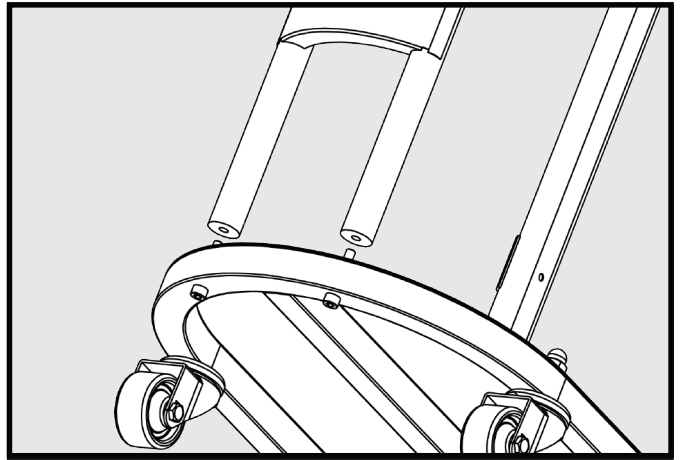

FIGURE 4
3. Insérer une vis à tête creuse hex M8x45mm (18) dans le trou du cadre de la base et la visser dans le support frontal (Fig4).